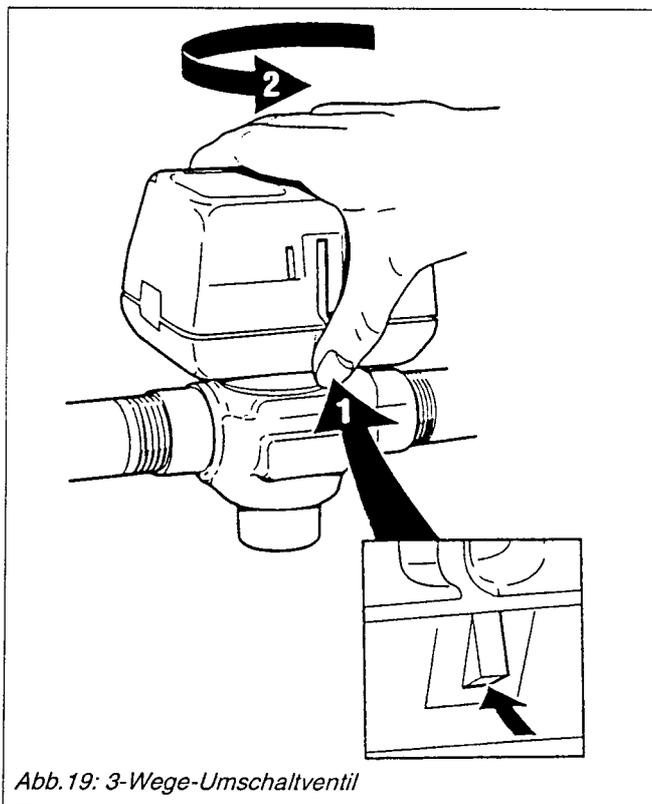

Abb. 19: 3-Wege-Umschaltventil
- Der Antrieb ist im Ventil eingerastet (s. Abb.19). Um ihn zu demontieren drücken Sie den Einrastknopf. Sie finden ihn direkt unter dem Handhebel. Drücken Sie den Antrieb mit leichtem Druck in Richtung Ventilkörper und drehen Sie ihn gleichzeitig eine  $\frac{1}{4}$  Drehung ( $45^\circ$ ) entgegen dem Uhrzeigersinn.